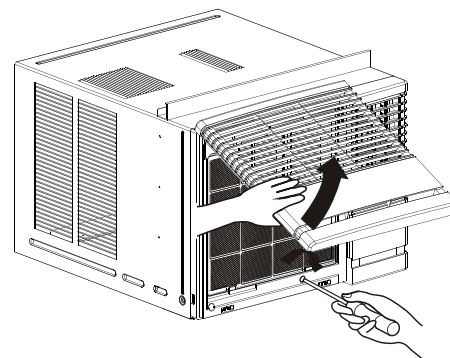

Fig. 11
14. Tire hacia abajo la parrilla de entrada y asegúrela con un tornillo Tipo A ④ a través de la parrilla frontal. (ver Fig. 11)